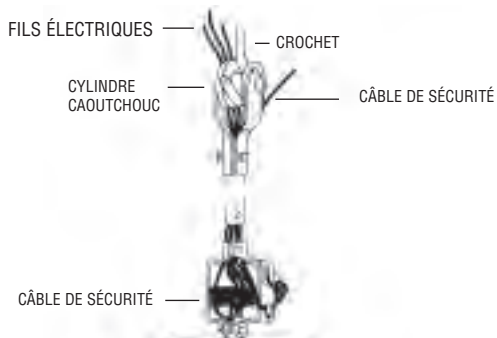
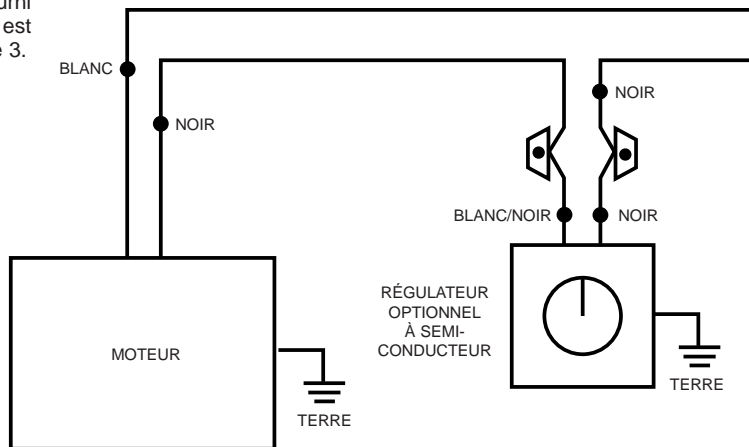

Figure 2
Figure 5
\*Ce ventilateur est commandé par une tirette à 3 vitesses, 0-Arrêt, 1-Basse, 2-Moyenne, 3-Élevée. Se reporter à la figure 5.
3. Faites glisser le chapeau de couverture supérieur (B) en forme de cloche en le remontant sur la tige. Faites aussi glisser le chapeau de couverture inférieur (C) vers le haut de la tige.
4. Passez les 5 fils et le câble de sécurité au travers du trou central de la manille acier de connexion au-dessus du moteur (A), puis continuez de passer fils et câble au travers de la tige creuse de suspension jusqu'à ce qu'ils ressortent par l'extrémité de manille supérieure.
**CONSEIL :** Le câble de sécurité doit être fixé sur un côté de la manille avec de la bande adhésive d'électricien pour l'empêcher de reposer sur le dessus du moteur durant le fonctionnement (voir la Figure 2).
6. Faites glisser le chapeau inférieur (C) vers le bas pour être à au moins 6,35 mm au-dessus du moteur.
7. Fixez les trois lames, leur côté incurvé en dessous vers le moteur, avec la cale d'isolation montée entre pale et ventilateur. Assurez-vous que le support de pale est à plat contre la plate-forme de moteur quand vous serrez les écrous de pales pour une bonne fixation (voir la Figure 5).
**IMPORTANT CONSEIL :** Il est important de remarquer la bonne position d'installation des serre-câbles comme illustré en Figure 5. Pour obtenir la meilleure force de maintien, installez la section étrier de l'attache en fin de câble ou sur sa petite partie, en chevauchant le grand morceau du câble. Une installation incorrecte réduit l'efficacité du raccordement jusqu'à 40%.